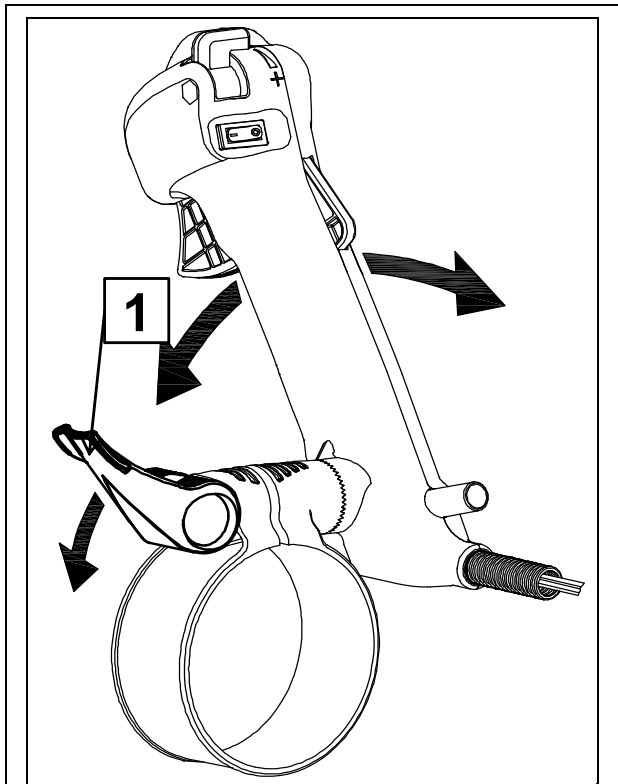

Рис.4. Регулировка рукоятки управления
5. Поднимите фиксирующий рычаг (рис.4).
- 1) Поднимите фиксирующий рычаг (рис.4, рычаг обозначен цифрой 1).